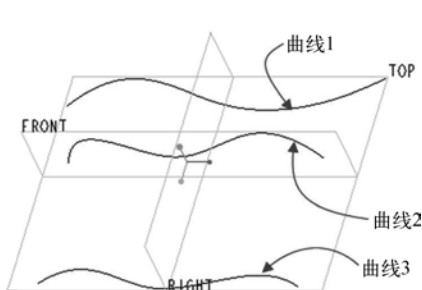
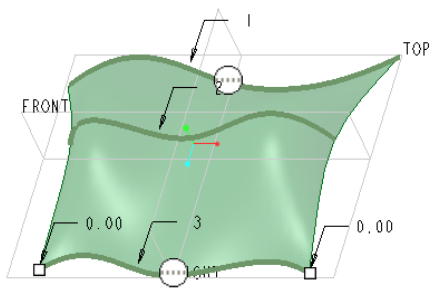

图 7-36 文件中已有的 3 条曲线
图 7-37 创建单向的边界混合曲面
① 在“快速访问”工具栏中单击“打开”按钮, 弹出“文件打开”对话框, 选择配套范例文件“bc_7_boundaryb.prt”, 然后单击“文件打开”对话框中的“打开”按钮。打开的文件中存在着图 7-36 所示的 3 条曲线。
② 在功能区“模型”选项卡的“曲面”面板中单击“边界混合”按钮, 打开“边界混合”选项卡。
③ 此时, “边界混合”选项卡中的 (第一方向链收集器) 处于被激活的状态, 在图形窗口中选择曲线 1, 按住 <Ctrl> 键的同时依次选择曲线 2 和曲线 3, 如图 7-37 所示。所选曲线的顺序可以在图形窗口的动态几何预览中和“曲线”面板的相应收集器中读取到。